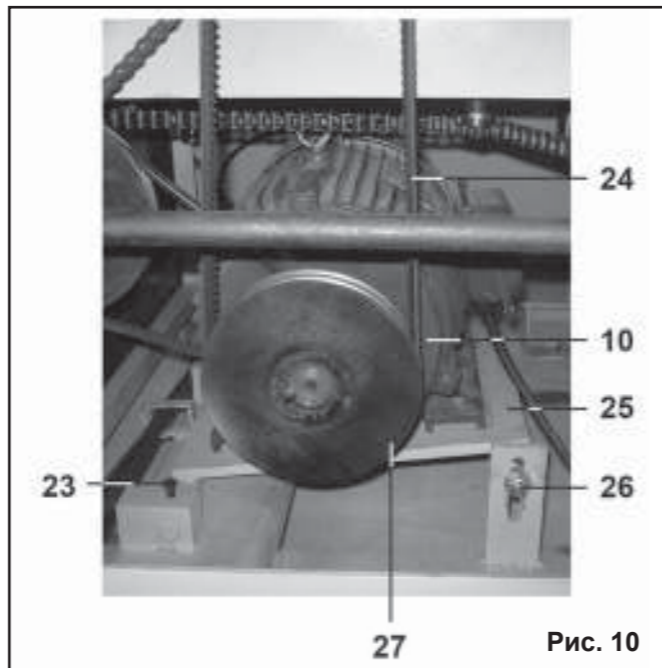

Рис. 10
10.1.2. Ослабьте болт (23) (Рис. 10), ослабьте гайку (26), произведите регулировку положения плиты (25) электродвигателя (10), перемещая плиту электродвигателя (10) с нижним шкивом (27), которая, в свою очередь, изменяет натяжение ремней передачи (24). Чрезмерное натяжение может привести к преждевременному износу подшипников и ремней передачи (24), а недостаточное натяжение - к их проскальзыванию на шкивах при нагрузках.